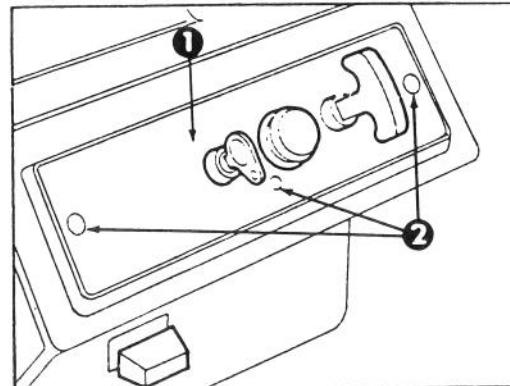

Fig. 15
SOSTITUZIONE DELLA CANDELA — (Fig. 15, 16 e 17)
1. **RIMUOVETE IL QUADRO DI COMANDO** (Fig. 15) — Togliete le 3 viti che fissano il quadro di comando alle stegole. Togliete la chiavetta d'accensione e sfilate il quadro di comando, lasciando che pendga appeso alla cordicella di avviamento.